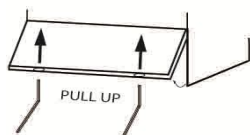

Fig.8
- 3- Estrarre il pannello frontale con l'ausilio di un attrezzo a brugola o simile inserendolo negli appositi fori e tirando il pannello verso l'esterno. Per i modelli a Capot, svitare le viti nella parte inferiore del pannello. (Fig.8)
La taratura del dosatore va effettuata tramite la vite accessibile con lo smontaggio del pannello frontale sotto il portello vasca. (vedi Fig.8)